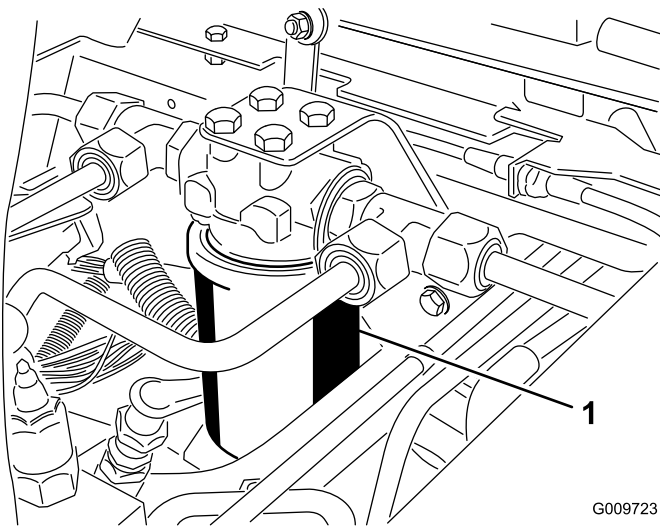
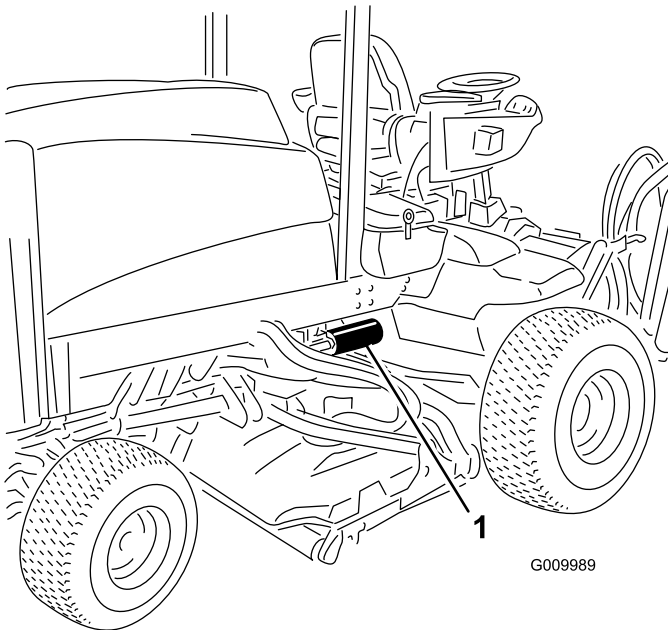

図 53
図 54
2. フィルタ容器の周辺をウェスできれいにぬぐう。フィルタ図 53 と図 54 の取り付け部周辺をきれいにふき、下に廃油受けを用意し、フィルタを外す。